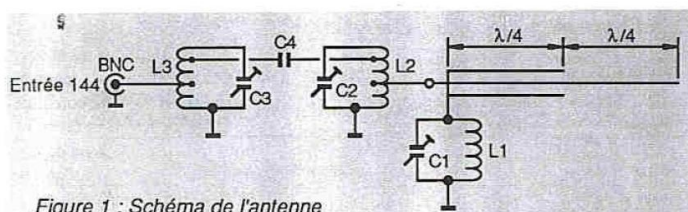

Figure 1 : Schéma de l'antenne
- Le premier 1/4 d'onde confectionné à partir d'une gaine de câble coaxial est alimenté directement sur la tresse en haute impédance (fig. 1) à partir de L2-C2 et L3C3 filtre de bande sur 144/146 MHz.